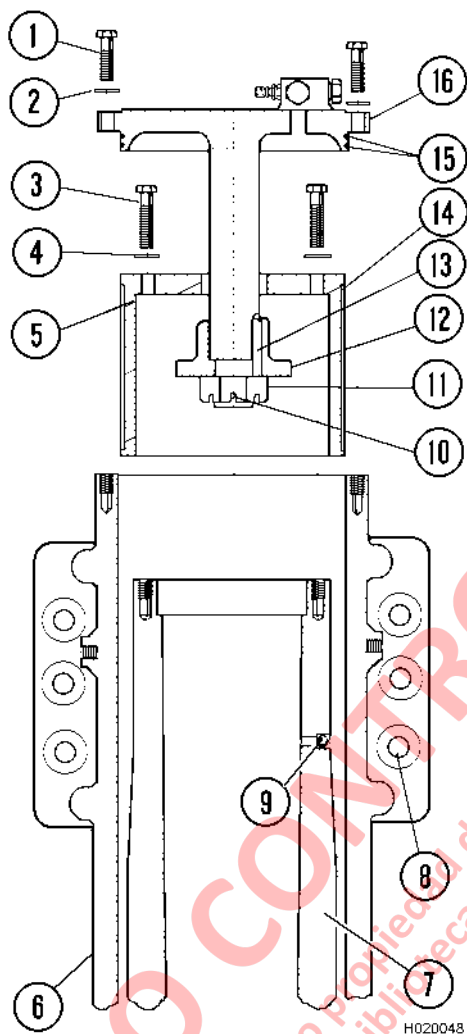
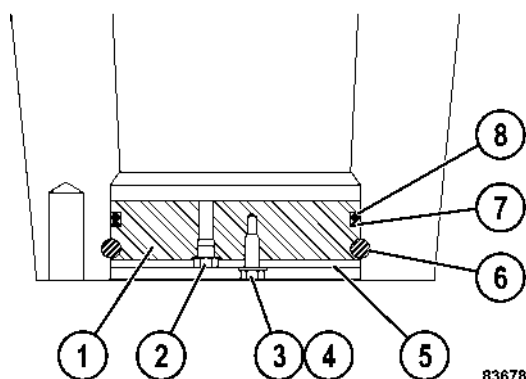

FIGURA 2-12 - DESMONTAJE DEL VÁSTAGO DEL PISTÓN
FIGURA 2-13. TAPÓN DE PISTÓN
6. Conecte un dispositivo de elevación al pistón (7) y levántela cuidadosamente fuera de la caja.
8. Si el pistón (7) tiene tapón extraíble (1, figura 2-13) en la parte inferior:
- a. Retire el perno (3), la arandela plana (4) y la placa de retención (5). Introduzca el tapón (1) al interior sólo lo suficiente como para sacar el anillo retenedor (6).
- b. Vuelva a colocar el perno (3) y use un martillo para retirar el tapón del pistón. Retire el Anillo de apoyo (7) y el O-ring (8) desde el tapón.
1. Si el pistón (7, figura 2-12) tiene tapón extraíble (1, figura 2-13) en la parte inferior:
- a. Fondo Lubrique el O-Ring (8) y el anillo de apoyo (7). Instale el nuevo O-Ring (8) y el anillo de apoyo (7) en el tapón. Utilice un mazo de goma para asentar el tapón del pistón.
- b. Instale el tapón (1) a penas lo suficiente como para exponer la ranura del anillo retenedor. Instale el anillo de retenedor (6). Instale la placa retenedora (5), la arandela plana (4) y el perno (3). Apriete el perno a **122 Nm (90 ft lb)**.
3. Instale O-Rings nuevos y anillos de apoyo (15, figura 2-12) en las ranuras de la tapa de extremo. Los anillos de apoyo deben colocarse hacia la brida de la tapa del extremo (16).
4. Instalar rodamientos superiores nuevos (14) en el retenedor (5) de rodamiento superior.
5. Deslice el conjunto de retenedor de rodamiento superior sobre la porción de vástago de la tapa extrema (16).
6. Instale la clave (13) y el tope del pistón (12) en el vástago de la tapa de extremo. Asegúrese de que el tope de pistón esté completamente asentado contra el hombro del vástago.
7. Instale la tuerca (11) contra el tope de pistón. Apriete la tuerca 1/2 vuelta más hasta que el agujero para pasador (10) esté en la alineación. Instale el pasador de rodillo (10).
8. Conecte un dispositivo de elevación a la parte superior del conjunto de la tapa de extremo. Baje el montaje de la tapa de extremo en el pistón (7). Inserte las bolas de acero (9) en los agujeros en el pistón antes de sentar completamente el rodamiento superior (14) sobre el pistón. Una pequeña cantidad de vaselina evitará que las bolas caigan durante el montaje.
9. Instale el anillo superior (5) sobre el pistón. Asegure la parte superior del rodamiento en su lugar con pernos nuevos (3) y las arandelas endurecidas (4). Apriete los pernos a **678 N-m (500 ft lb)**.